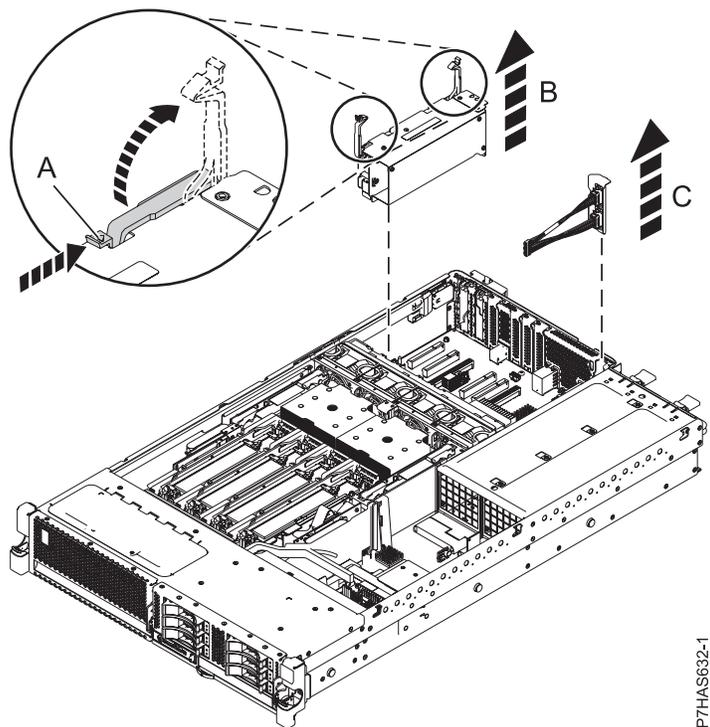

Figura 6. Extracción del adaptador GX (FC EJ0G) de un sistema
13. Con el sistema en posición de servicio, desbloquee los pestillos (A) del adaptador GX ++ (código de característica (FC) EJ0G), como se muestra en la Figura 6 en la página 9.
14. Tirar simultáneamente de los pestillos (A) para situarlos en posición de abierto, sostener el adaptador (B) por los pestillos y sacar el adaptador de la ranura GX 2 del sistema (P1-C8).
- Sujete con cuidado el cable de SPCN de 2 puertos del FC EJ0G (C) por la parte superior del cabezal y sepárelo de la ranura 1 de GX (P1-C1), tal como se muestra en la Figura 6.